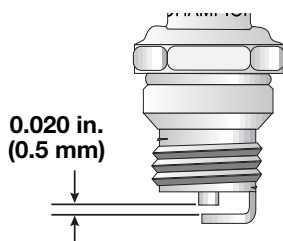

Fig. 33
3. Remplacez toute bougie fendillée, encrassée ou sale. Réglez l'écartement à **0,5 mm (0,020 po)** à l'aide d'une jauge d'épaisseur (Fig. 33).